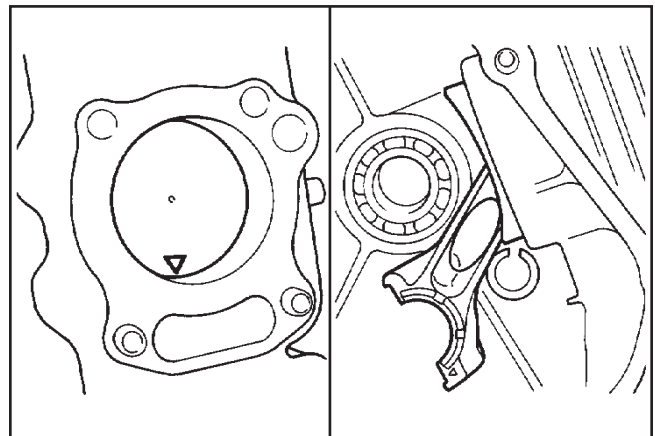

Figure 11-10. Détails d'installation de piston.
- a. La marque d'emplacement sur le piston est en bas. Voir la figure 11-10.